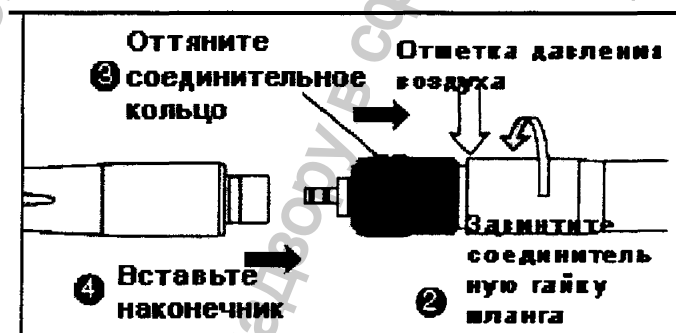

Рис. 2
- 1) Оттяните соединительное кольцо, как показано на рис. 2.